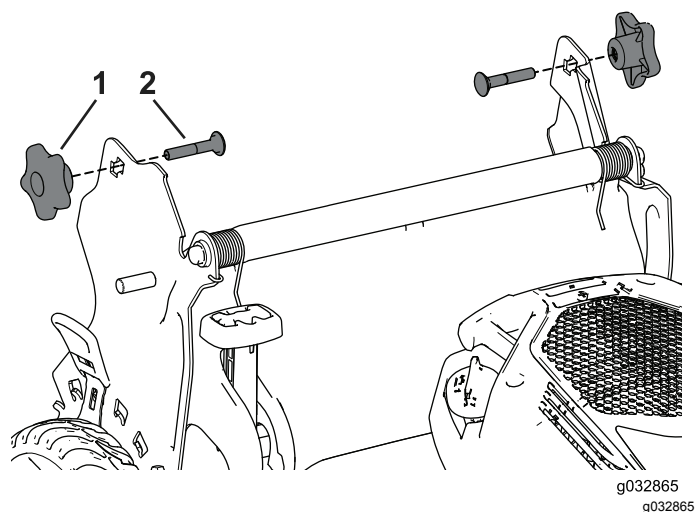

Рисунок 22
3. Вставьте каретный болт (так, чтобы головка болта была направлена внутрь) сквозь кронштейн рукоятки и в верхнее отверстие торцевой части рукоятки. Убедитесь, что квадратная кромка каждого каретного болта вошла в верхнее или нижнее квадратное отверстие соответствующего кронштейна рукоятки (Рисунок 22).